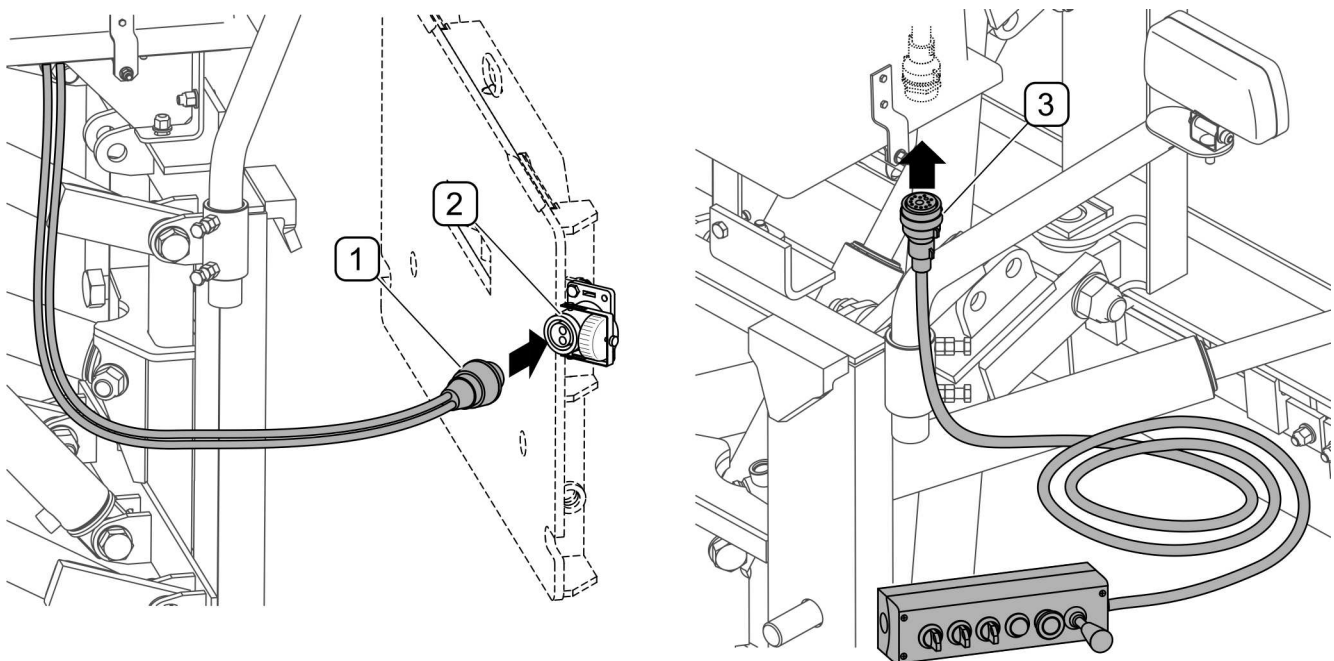

BILD 4.2 Anschluss des Steuerpultes und der Stromversorgung der elektrischen Anlage (elektrohydraulische Steuerung)
- 1) Fahren Sie den Maschinenträger in einem Abstand von ca. 30 cm an die Pflugaufhängung heran und stellen Sie das Fahrzeug mit der Feststellbremse fest. Stecken Sie den Netzstecker (1) des Pfluges in die Buchse (2) an der Vorderseite des Maschinenträgers (BILD 4.2). Schließen Sie den Stecker (3) des Bedienpults an den elektrohydraulischen Versorgungskasten an. Bewahren Sie den Stecker der mehrpoligen Buchse auf.